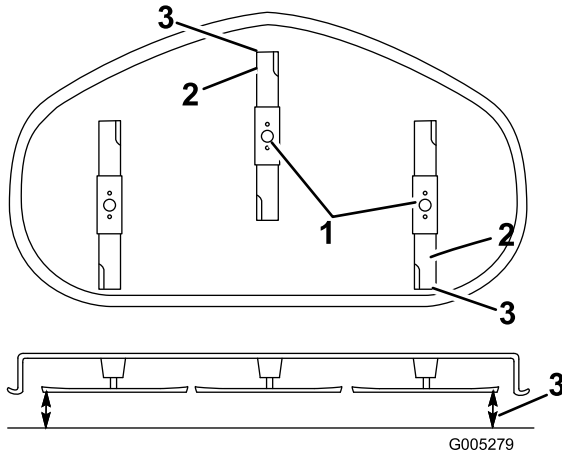

Figura 41
5. Ponga la altura de corte en **3** [3 pulg. (76 mm)] y gire con cuidado las cuchillas hasta que estén alineadas hacia adelante y hacia atrás (Figura 41).
6. Mida entre la punta de la cuchilla delantera y la superficie plana y entre la punta de la cuchilla trasera y la superficie plana (Figura 41). Si la punta de la cuchilla delantera no está entre 1,6 y 7,9 mm más baja que la punta de la cuchilla trasera, ajuste la contratuerca delantera.
9. Compruebe la inclinación longitudinal de nuevo después del ajuste. Siga ajustando la tuerca hasta que la punta de la cuchilla más avanzada esté entre 1,6–7,9 mm (1/16 y 5/16 pulgada) más baja que la punta de la cuchilla más atrasada (Figura 41).